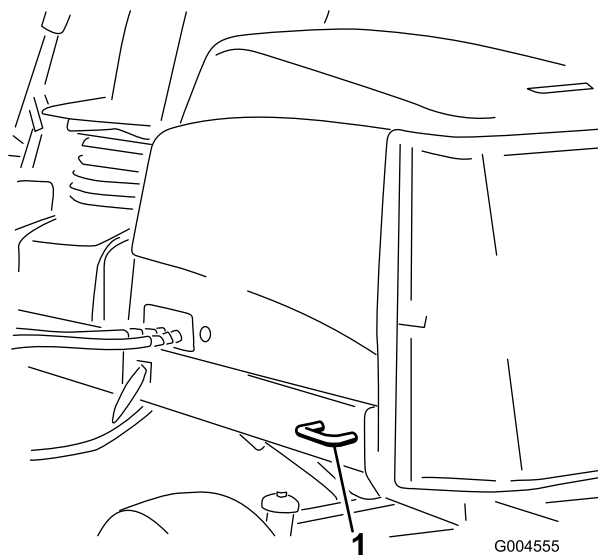

Figura 55
- **Parte posteriore della macchina** – ogni lato della macchina sul telaio posteriore (Figura 55).